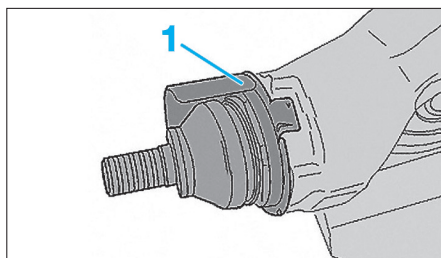

Fig. 28
- la tôle de protection (1) (Fig.28),